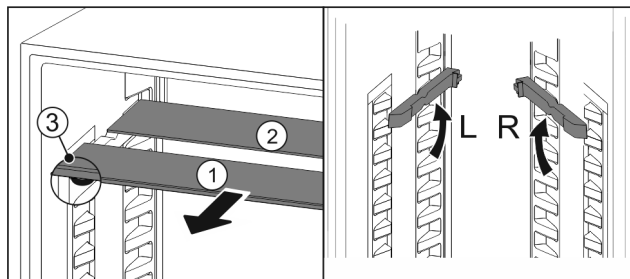

Fig. 118
- ▶ Izvucite Fig. 118 (1) staklene ploče jednu po jednu prema naprijed.
- ▶ Staklena ploča Fig. 118 (1) s ukrasnom letvicom nalazi se sprijeda.
- ▶ Zaustavljači Fig. 118 (3) su usmjereni prema dolje.